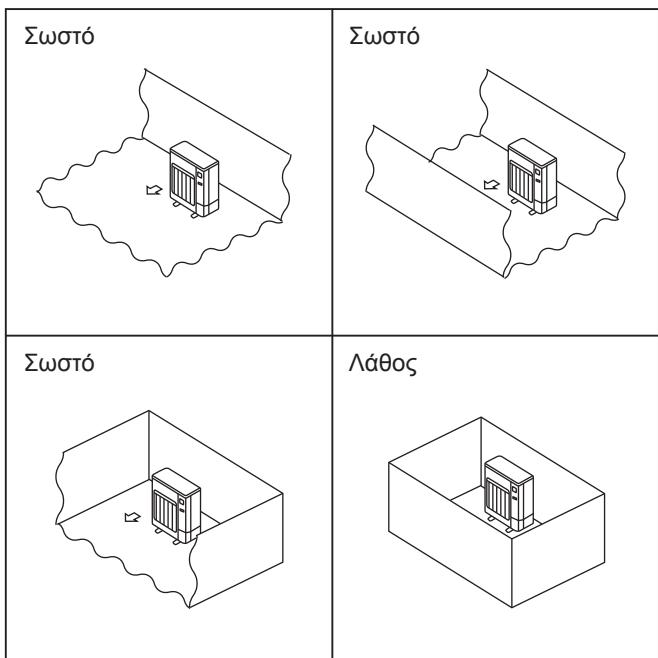

Fig. 2-2
- Εγκαθιστάτε τις εξωτερικές μονάδες σε χώρους όπου τουλάχιστον μία από τις τέσσερις πλευρές είναι ανοικτή και σε επαρκώς μεγάλους χώρους χωρίς συμπιέσεις. (Fig. 2-2)